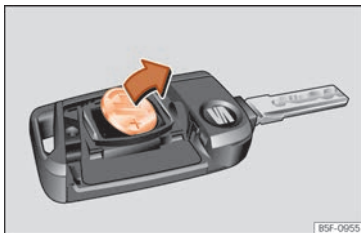

Abb. 95 Fahrzeugschlüssel: Batterie herausnehmen.
- Batterie mit einem geeigneten dünnen Gegenstand aus dem Batteriefach heraushebeln »» **Abb. 95**.
- Neue Batterie wie gezeigt ansetzen »» **Abb. 95** und entgegen der Pfeilrichtung in das Batteriefach drücken »» ⚠.